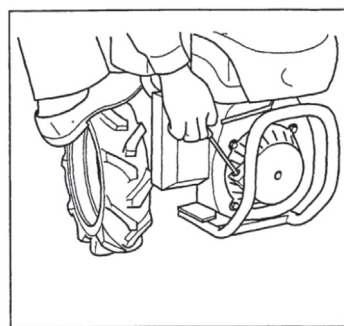

рис. 16
4. Медленно потяните за ручку стартера до тех пор, пока система сцепления не будет задействована, затем рывком потяните, опершись ногой (Рис.16).